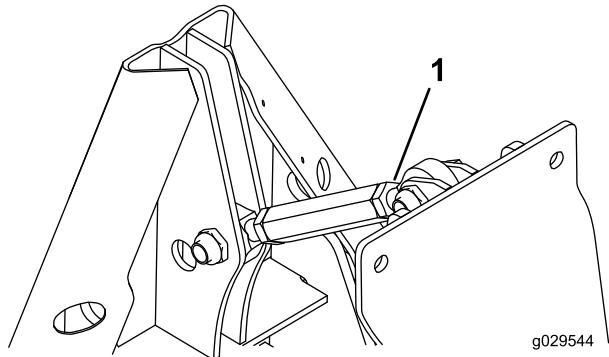

図 34
- ねじ山付きリンクのジャムナットをゆるめる図 34。
- 六角チューブを回して適当な角度にする図 34。
- ジャムナットを締めて調整を固定する図 34。